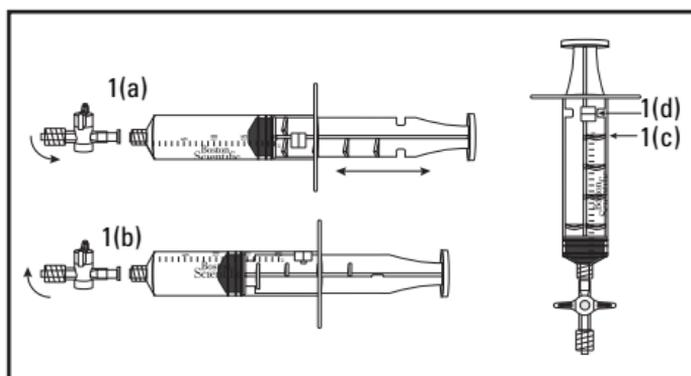

Figura 1.
1. Examine la llave de paso (figura 1(a)). La llave de paso tiene dos conexiones luer para la conexión de la aguja y de la jeringa. Puede intercambiarse aire si la llave de paso está abierta. La llave de paso está abierta cuando está alineada de forma paralela a la jeringa, y está cerrada cuando se encuentra en posición perpendicular a la jeringa (como se muestra).
- Examine la jeringa (figura 1). El cilindro de la jeringa tiene una patilla de detención (figura 1 (d)) y el émbolo de la jeringa tiene cuatro aletas de bloqueo (figura 1(c)). El émbolo de la jeringa se puede manejar dentro del cilindro de la jeringa para bloquearla y desbloquearla. Para bloquear la jeringa, tire hacia atrás del émbolo hasta que se alinee con el volumen de succión deseado (figura 1(a)). Gire el émbolo en el sentido de las agujas del reloj para que la aleta de bloqueo encaje en las aletas de bloqueo del émbolo (figura 1(b)). Gire el émbolo en el sentido contrario al de las agujas del reloj para soltarlo.